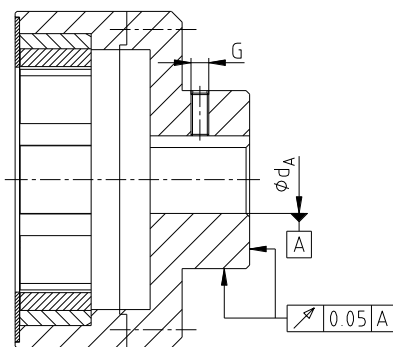

Bild 4: Rund- und Planlaufgenauigkeit an der Flanschnabe
- Bei Herstellung der Nabenbohrung durch den Kunden ist die Rund- bzw. Planlaufgenauigkeit (siehe Bild 4 und 5) einzuhalten.